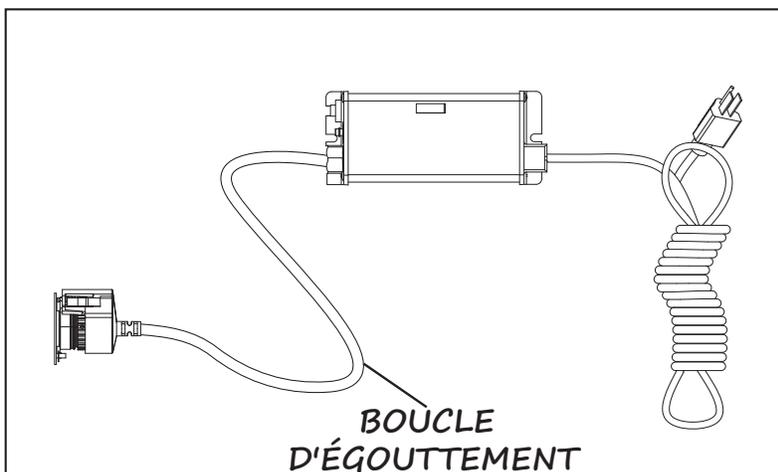

Figure 6 Boucle d'égouttement
- Le dispositif de commande devrait être monté soit au-dessus, soit à côté de la chambre. Montez toujours le dispositif de commande à l'horizontal pour éviter que l'humidité coule le long du cordage et provoque un incendie. Des boucles d'égouttement dans tout le cordage branché au dispositif de commande sont hautement recommandées. Consultez la Figure 6.
4. Montez le dispositif de commande VIQUA ICE horizontalement au mur, à côté de la chambre à UV. Dans l'idéal, placez le dispositif de commande au-dessus de la chambre et loin de tout point de branchement d'eau, pour éviter toute fuite potentielle d'eau sur le dispositif de commande au moyen d'une fuite au niveau d'un point de connexion ou d'un système « transpirant ». Assurez-vous d'avoir laissé une « boucle d'égouttement » comme indiqué dans la Figure 6 sur la lampe, le capteur et le cordon d'alimentation, à nouveau, pour empêcher l'eau de pouvoir entrer dans le dispositif de commande.